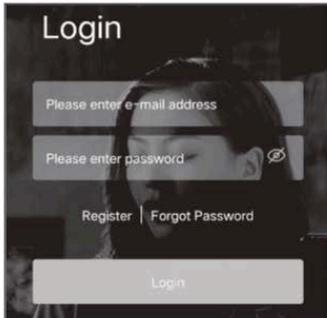

Abbildung 1. Anmeldung AnytimeFollow
- Ihr Follower lädt AnytimeFollow (Follow Anytime) herunter, installiert und öffnet die App. Er erstellt sein AnytimeFollow (Follow Anytime)-Konto mit seiner E-Mail-Adresse, legt ein Passwort fest und meldet sich in AnytimeFollow (Follow Anytime) an, wie in Abbildung 1 gezeigt.